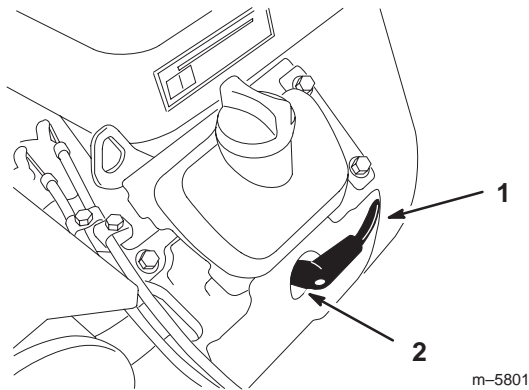

Figure 41
- Débranchez les fils des bougies (Fig. 41). Nettoyez la surface autour des bougies pour éviter que des impuretés n'endommagent le moteur en tombant à l'intérieur.
- Connectez les fils aux bougies (Fig. 41).